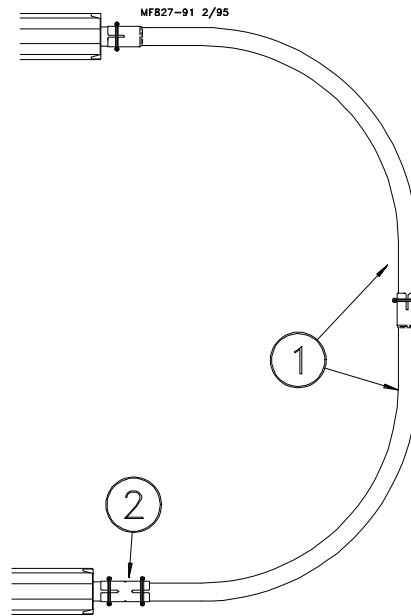

Figura 26. Instalación del codo (vista de arriba)
13. Instalar un colgador en el extremo entrante del codo. Ver la Figura 26.
14. Insertar la sección de tubo del acople en el extremo acampanado de un codo de 90 grados, tal como se muestra en la Figura 26. Usar una abrazadera de estilo perno en U para sujetar esta junta, pero no apretar la abrazadera totalmente hasta que se hayan instalado y nivelado completamente los codos.
15. Sujetar, sin apretar, otro codo de 90 grados al primero, deslizando el extremo acampanado encima del extremo recto del codo existente. Ver la Figura 26.
18. Sujetar el acople y la canaleta al segundo codo de 90 grados, usando un acoplador y (2) abrazaderas de perno en U para fijar esta junta. Pero no apretar totalmente las abrazaderas hasta haber instalado y nivelado completamente los codos.
19. Instalar un colgador en el extremo saliente de la canaleta, tal como se muestra en la Figura 26.